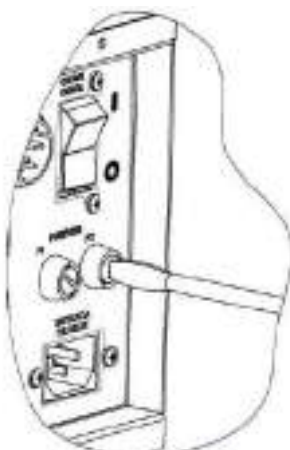

Figura 214 – Porta fusível – MC1
- Insira uma chave de fenda no rasgo da porta fusível e gire para esquerda, até destravar a tampa, conforme figura 214.